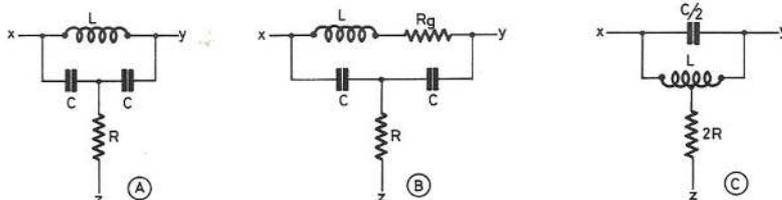

Figure 1
Des installations comme celle de la figure 1 ont été établies dans certaines universités américaines.
Plusieurs formes de filtres à T ponté RCL sont connues ; parmi celles-ci, nous en donnons trois à la figure 1.
Le pont est constituée par une capacité désignée par C/2. Grâce aux désignations R, C, 2R et C/2, les mêmes formules ou abaque serviront pour la détermination des filtres (A) et (C) de la figure 1.
La résistance série de la bobine, existe aussi dans la forme (C) du filtre (figure 1). Pour la symétrie elle pourrait être indiquée en deux moitiés $R_s/2$ chacune disposée entre un point x ou y et la bobine L. Cette disposition est recommandée si l'on monte des résistances matérielles amortisseuses.
Des extensions de ces échelles sont possibles pour descendre à des fréquences plus basses ou monter à des fréquences plus élevées. A remarqué que dans le cas du filtre de la figure 1 (A) avec la résistance série
R_s de la figure 1 (B), on déterminera directement les valeurs de R et C. Dans le cas du filtre de la figure 1 (C), on déterminera R et C à l'aide de l'abaque et on montera dans la réalisation matérielle, une capacité égale à C/2 et une résistance égale à 2R.